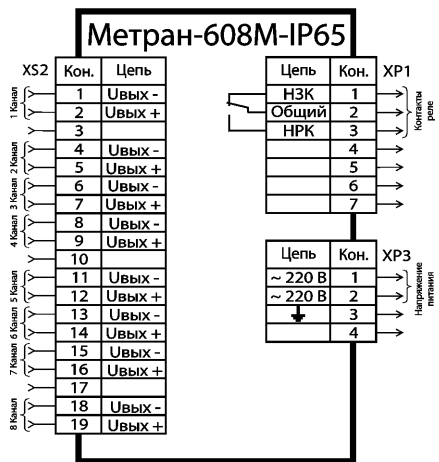

Рис. 1. Для IP65.
- для исполнения с IP65: разъемы для подключения сетевого напряжения, для подключения контактов реле аварийной сигнализации к внешним исполнительным устройствам, для подключения датчиков, а также зажим защитного заземления (см.рис.1);